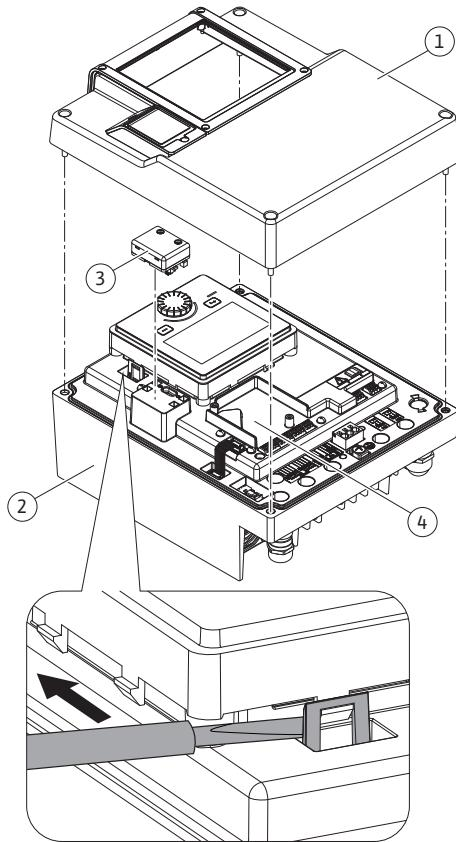
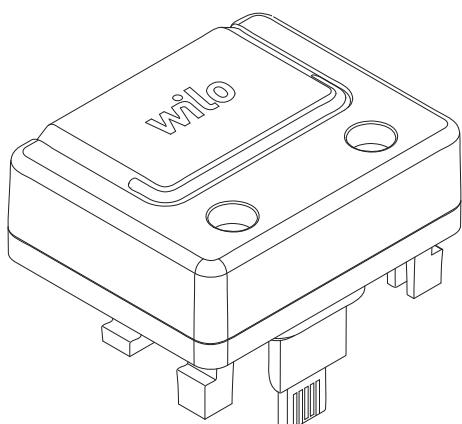

Fig. 25: Elektronický modul
Fig. 26: Modul Wilo-Smart Connect BT
1. Příchytné háky (Fig. 25) opatrně otevřete vhodným nářadím (např. šroubovákem).
Rozhraní Bluetooth modulu Wilo-Smart Connect BT (Fig. 25, poz. 3 a Fig. 26) slouží pro připojení k mobilním koncovým zařízením, jako je chytrý telefon nebo tablet. Funkce Wilo Smart Connect je k dispozici v aplikaci Wilo-Assistant. Pomocí funkce Wilo-Smart Connect můžete čerpadlo obsluhovat, seřizovat a načítat údaje z čerpadla. Pro nastavení viz kapitola „Uvedení do provozu“ [► 46].
1. Povolte čtyři šrouby vrchního dílu elektronického modulu (Fig. 25, poz. 1; Fig. I, poz. 2).
3. Modul Wilo-Smart Connect BT zasuňte do připraveného rozhraní Wilo-Connectivity Interface. Viz Fig. 25, poz. 3.
Moduly CIF (příslušenství) slouží pro komunikaci mezi čerpadly a řídícím systémem budovy. Moduly CIF se zasunují do elektronického modulu (Fig. 25, poz. 4)